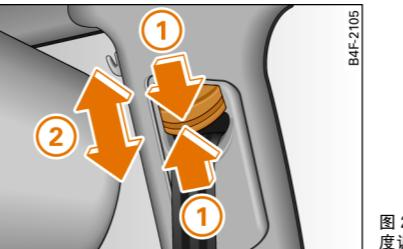

图 205 前座椅安全带高度调整机构 - 导向机构
- 向上移动导向机构 ⇒ 图 205 ② 或
- 按压 按钮 ① 并 向下 移动 导向机构 ②。